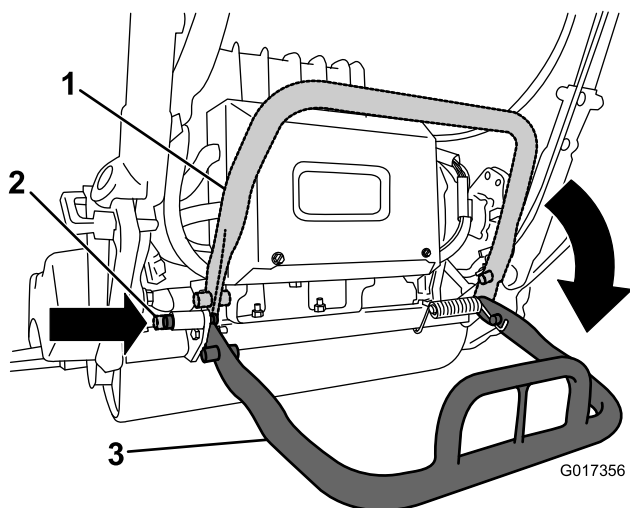

Figura 26
- Per utilizzare il cavalletto durante la rimozione del cilindro, abbassate e premete il perno di bloccaggio per fissare il cavalletto in posizione di servizio (Figura 26).